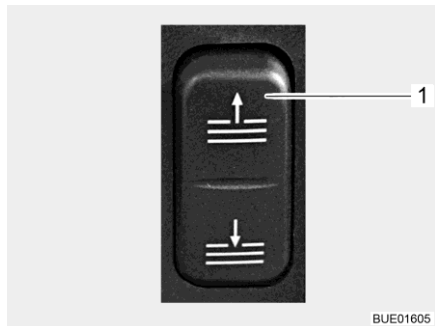

Bild 34 Brytare (elektrisk manövrering för plisségardin)
- Öppna och stänga: ■ Tryck på knappen på instrumentbrädan (Bild 34,1).